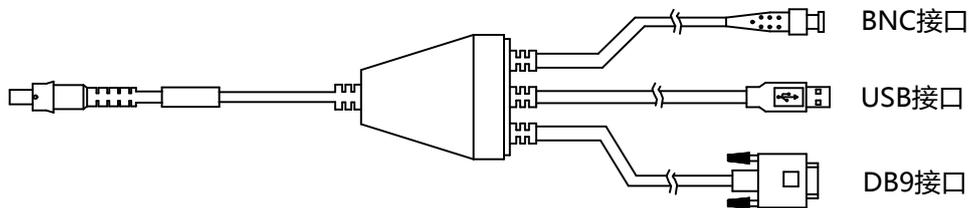

图1-2 防水航空连接器线缆说明
- 防水航空连接器接口：外接输出线缆，线缆如图 1-2 所示。